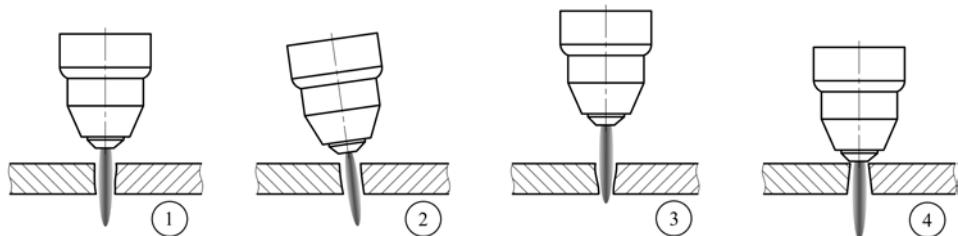

Рис. 9.6. Влияние угла наклона на качество реза.
- Угол наклона плазмотрона относительно разрезаемого металла (См. рис. 9.6).